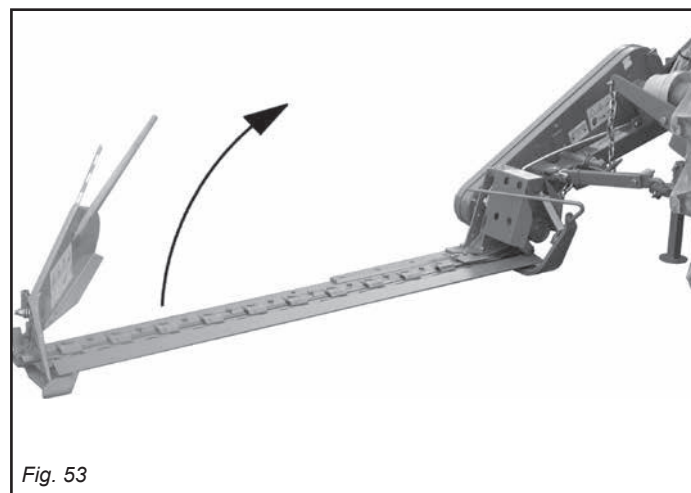

Fig. 53
- Lift the mowing bar (Fig. 53).